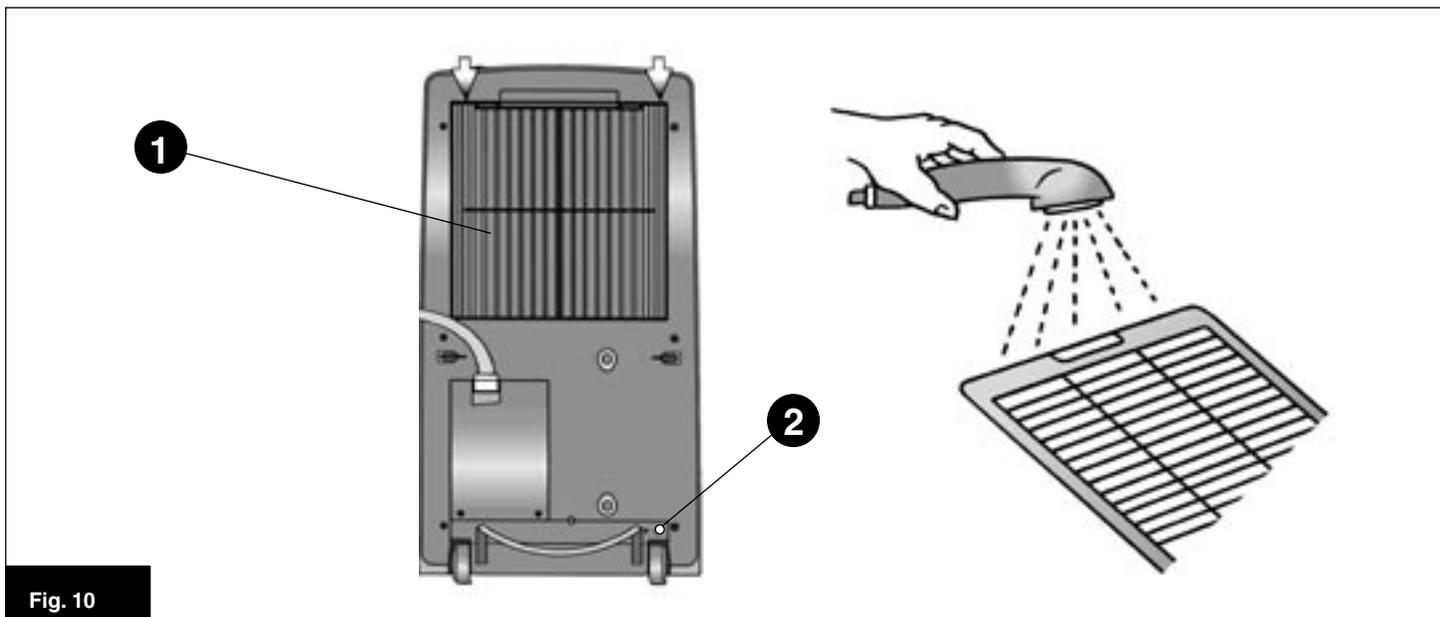

Fig. 10
Deve avvenire in posizione verticale. In caso di trasporto in posizione orizzontale attendere almeno un'ora prima di riavviarlo. Prima di effettuare il trasporto scaricare completamente l'acqua di condensa aprendo il tappo (fig. 10/2).
- Premere le due linguette della griglia posteriore ed estrarla (fig. 10/1).
Il doit se faire en position verticale. Dans le cas de transport en position horizontale, attendre au moins une heure avant de le mettre en marche. Avant d'effectuer le transport, vidanger complètement la condensation enlevant le bouchon (Fig.10/2).
- Appuyer sur les deux languettes de la grille arrière et la sortir (Fig.10/1).
The conditioner must be kept upright during transport. If it is transported in a horizontal position, wait at least one hour before starting it. Prior to transport, always open the plug (fig. 10/2) and drain all the condensation.
- Press the two tabs of the rear grille and remove it (fig. 10/1).
Die Klimaanlage muß in aufrechter Stellung transportiert werden. Wird sie in liegender Stellung transportiert, muß vor dem ersten Einschalten mindestens eine Stunde abgewartet werden. Vor dem Transport erst das Kondenswasser vollständig ablassen. Dazu den Stöpsel entfernen (Abb. 10/2).
- Die zwei Federkeile des hinteren Gitters drücken und das Gitter herausziehen (Abb. 10/1).
Hay que realizar el transporte en posición vertical. En caso de transporte en posición horizontal esperar al menos una hora antes de ponerlo en marcha. Antes de efectuar el transporte vaciar completamente el agua de la condensación abriendo la tapa (fig. 10/2).
- Apretar las dos lengüetas de la rejilla trasera y sacarla (fig. 10/1).
De airconditioner moet recht op verplaatst worden. Als de airconditioner liggend verplaatst wordt dan moet u minimaal één uur wachten voordat u de airconditioner in werking kunt stellen. Alvorens de airconditioner te gaan verplaatsen moet u het condenswater eerst helemaal weg laten lopen door de dop (fig. 10/2) open te draaien.
- Duw de beide lipjes van het rooster aan de achterkant in en haal het rooster (fig. 10/1) eruit.